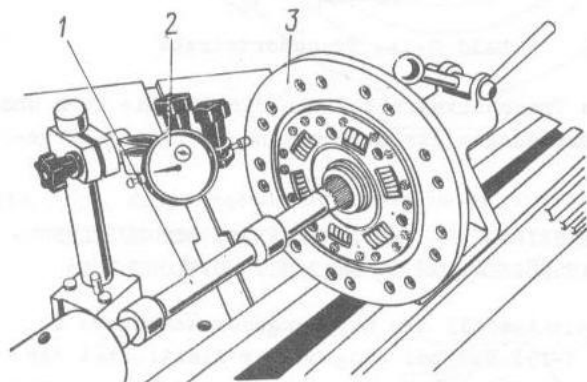

Bild 3-10. Prüfung der Kupplungsscheibe auf Axialschlag:
8. Axialschlag der Arbeitsflächen an Kupplungsbelägen in bezug auf die Keilnutenbohrung der Kupplungsscheibennabe (Bild 3-10) prüfen; der Schlag darf nicht größer als 0,5 mm sein. Ist er aber größer, so ist der betreffende Abschnitt der Kupplungsscheibe mit Hilfe eines Gabelhebels zu richten.